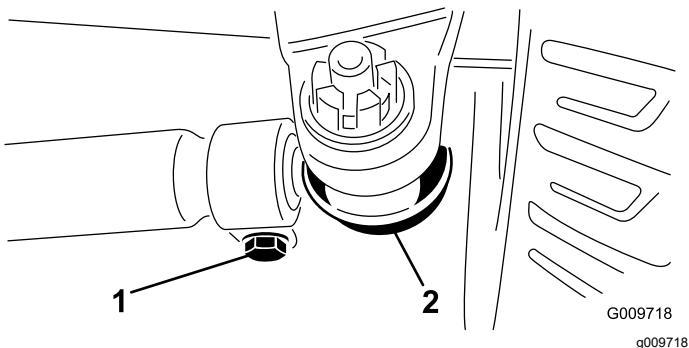

Figura 83
3. Para ajustar, retire la chaveta y la tuerca de cualquiera de las articulaciones esféricas de la biela (Figura 83). Retire la rótula de la biela del soporte del cojinete del eje.
4. Afloje las abrazaderas en ambos extremos de las bielas (Figura 83).